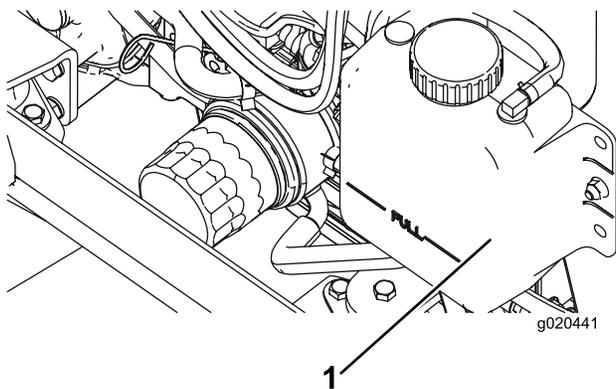

Figura 95
1. Togliete con cautela il tappo del radiatore e il tappo del serbatoio di espansione (Figura 95).